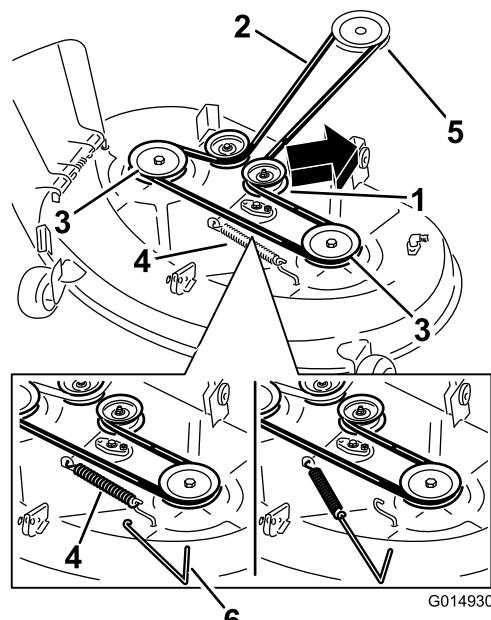

Figura 57
4. Usando una herramienta para la retirada de muelles (Pieza Toro N° 92-5771), retire el muelle tensor del gancho de la carcasa para eliminar la tensión de la polea tensora, y retire la correa de las poleas (Figura 57).
5. Pase la correa nueva alrededor de las poleas del motor y del cortacésped (Figura 57).
6. Usando una herramienta para la retirada de muelles (Pieza Toro N° 92-5771), instale el muelle tensor sobre el gancho de la carcasa y tense la polea tensora y la correa (Figura 57).